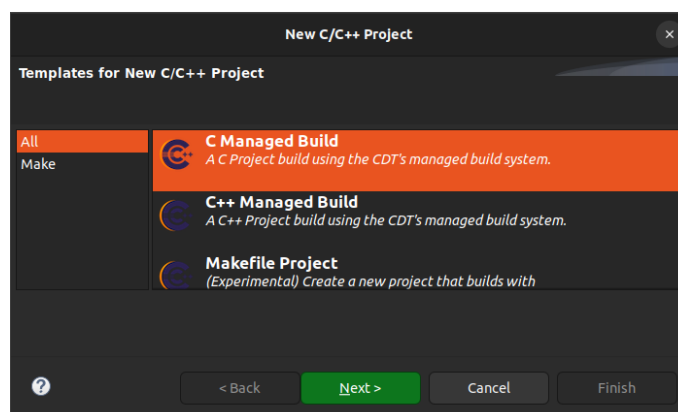

Рисунок 29. Выбор категории проекта
2. В качестве категории проекта необходимо выбрать «C Project» (Рисунок 29). Нажать «Next»;